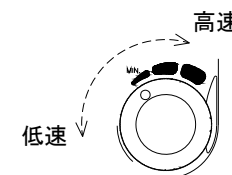

図3
7. ボリュームツマミを徐々に回し、先端ビット及び作業内容にあった回転速度でご使用下さい。(図3)